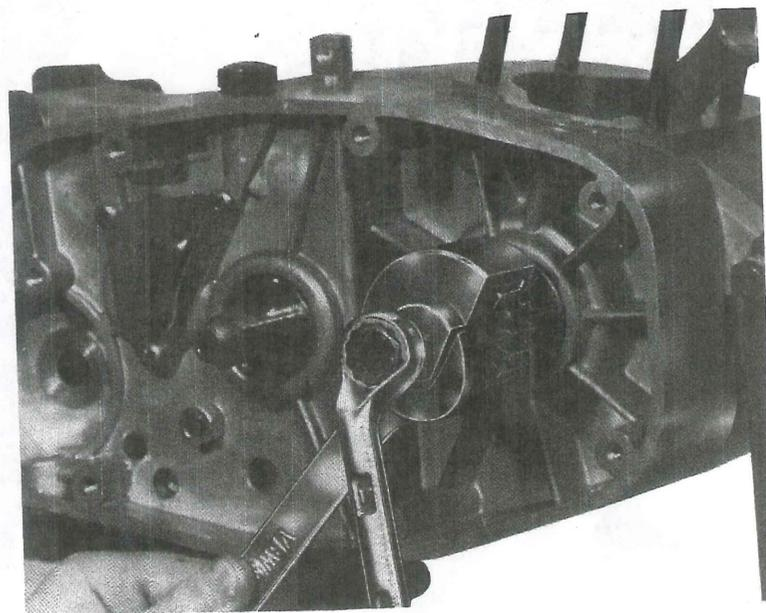

Fig. 20 - Estrazione pignone motore
- Rimuovere il pignone motore, usando l'attrezzo speciale « Estrattore pignone motore », matricola U53-4, per pignone con 23 denti e matricola U7-3 per pignone da 18 denti (CROSS), agendo sulla vite centrale dello stesso, con una normale chiave da 17 mm. - Nel compiere questa operazione, trattenere fermo l'estrattore con una normale chiave da 17 mm. (fig. 20).